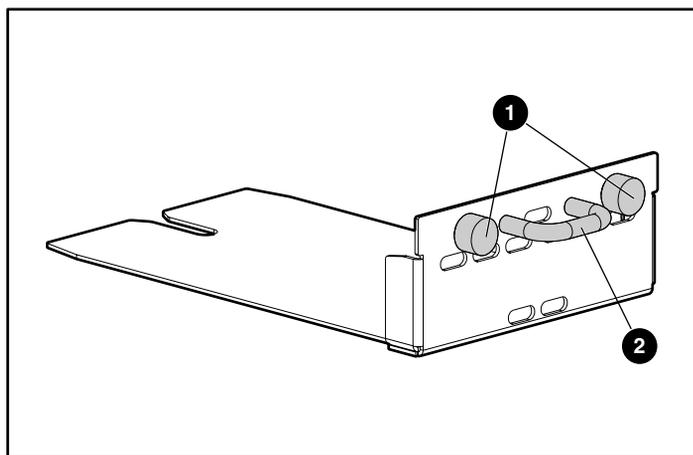

Figura 127: viti a testa piatta e maniglia su un modulo di I/O o su un modulo di riempimento
2. Allentare le viti a testa piatta ❶ sul modulo di I/O o sul modulo di riempimento mostrato nella Figura 127 ruotandole in senso antiorario.
3. Estrarre il modulo di I/O o il modulo di riempimento tenendolo per la maniglia ❷ illustrata nella Figura 127, finché non si trova completamente all'esterno dell'alloggiamento di I/O.